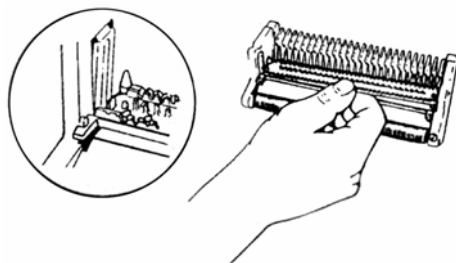

Рис. 6.21. Установка основания модуля в сращивающей головке
6.1.21. Установить основание модуля на адаптер в сращивающую головку срезом угла влево и от себя, зафиксировав его в направляющих плоских пружинах (рис. 6.21).